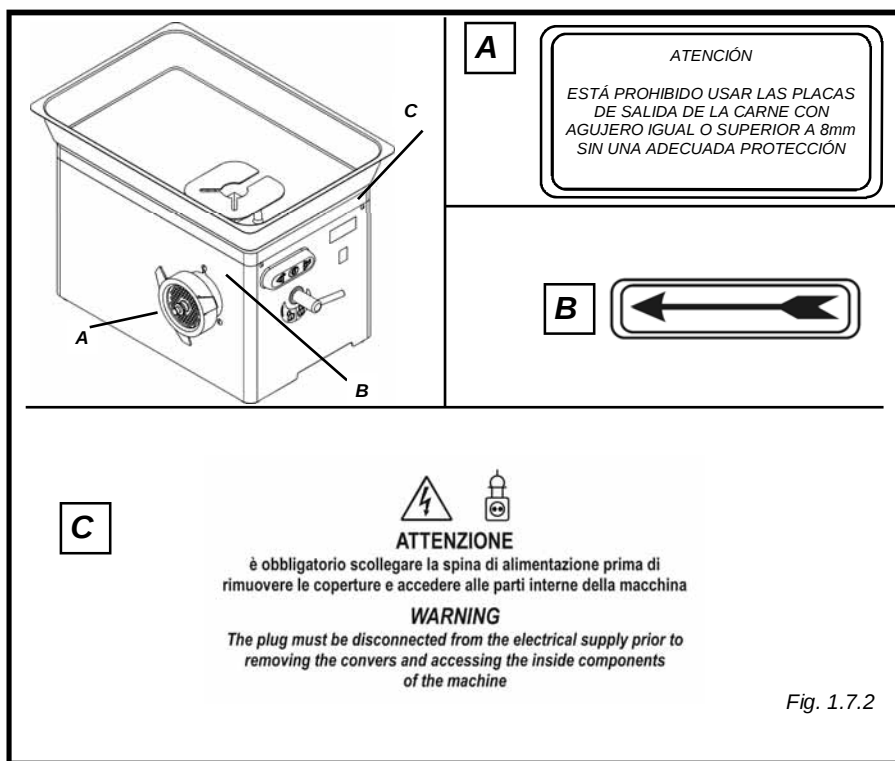

Fig. 1.7.2
1.7.1 – Placas de advertencia y peligro (fig. 1.7.2)